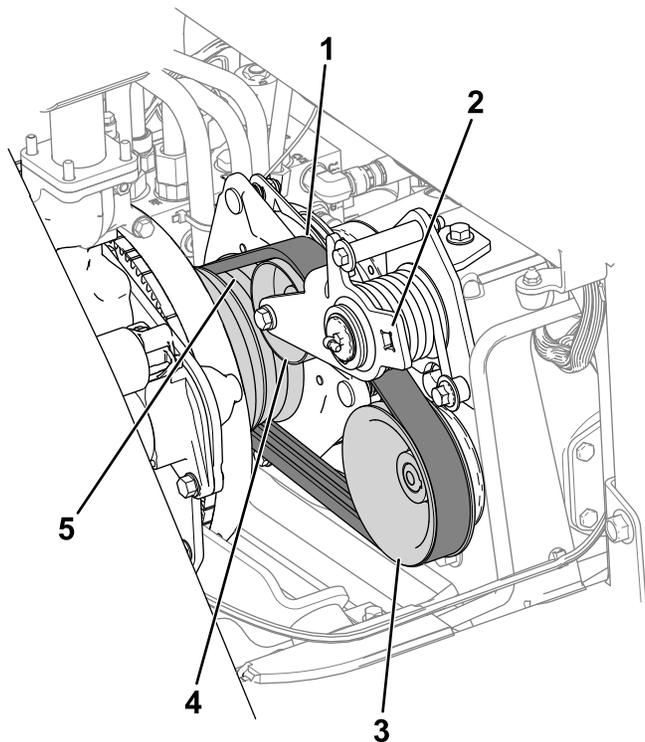

Рисунок 74
- Установите ремень на шкив двигателя, натяжной ролик и шкив насоса (Рисунок 74).